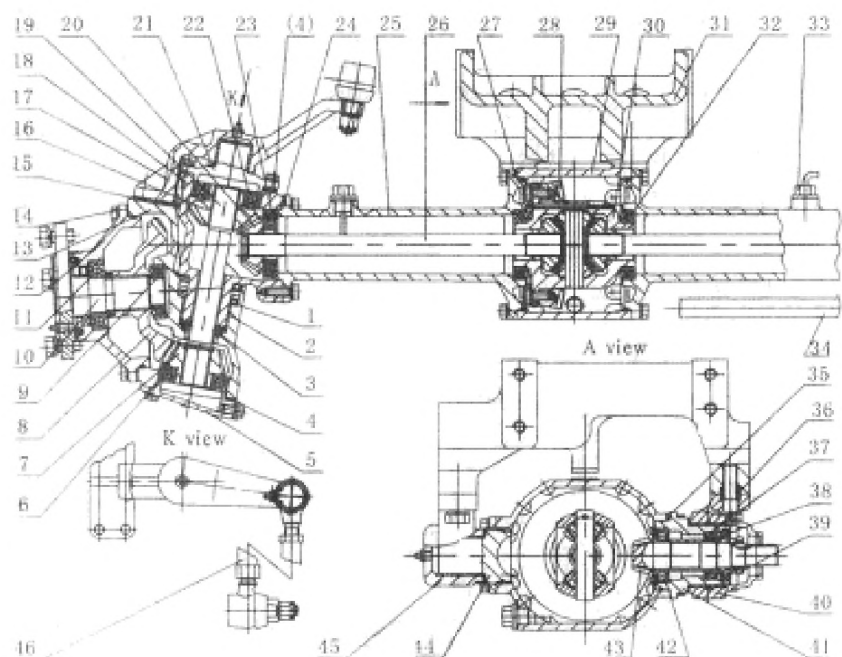

Рисунок 5-2. Передняя ось.
Передняя ось привода (смотрите рисунок 5-2) состоит из центрального привода, дифференциала, главной передачи, корпуса переднего ведущего механизма (29), трубки полуоси (25), трубки главного вала (18), корпуса передней главной передачи (13) и т.д. Задний конец переднего кронштейна (31) на передней оси привода соединен с двигателем. Нижняя часть переднего кронштейна соединена с передней опорой (45), задней опорой (40), позиционной втулкой (36) и болтами. Передний поворотный вал (44) установлен в передней опоре. Кронштейн для подшипника ведущей конической передачи как и задний поворотный вал имеют внешнюю поверхность, установленную в центральной отверстии задней опоры.
Для регулировки снимите ведущую коническую шестерню и выньте необходимое количество регулировочных шайб (38) (смотрите рисунок 5-2). Затяните круглую гайку (39) до вращающего момента 180-240 Нм для затяжки подшипника 32006 (37) и 30206 (42) в диапазоне 0,3-0,5 Нм. Затяните гайку после регулировки.
Для достижения лучшего результата при регулировке пятна контактов правильной установки зазора (0,25-0,35 мм) рекомендуется использовать способ увеличения или уменьшения толщины регулировочных шайб (4), (14), (24) (смотрите рисунок 5-2).